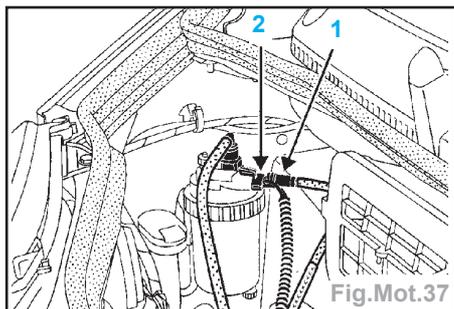

Fig.Mot.37
- le connecteur (3) ainsi que les connecteurs des injecteurs et des bougies de préchauffage,
- la fixation (4) du boîtier thermoplongeur,
- le tuyau de retour carburant en (5) (mettre en place des bouchons de propreté),
- le tuyau de carburant (1) (mettre en place des bouchons de propreté) ainsi que le connecteur (2) (Fig.Mot.37),